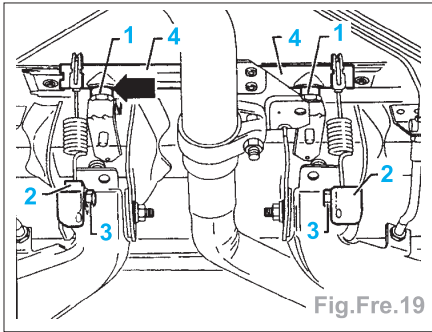

Fig.Fre.19
- Visser les deux butées caoutchouc (**1**) jusqu'en butée (vers le bas) (Fig.Fre.19).